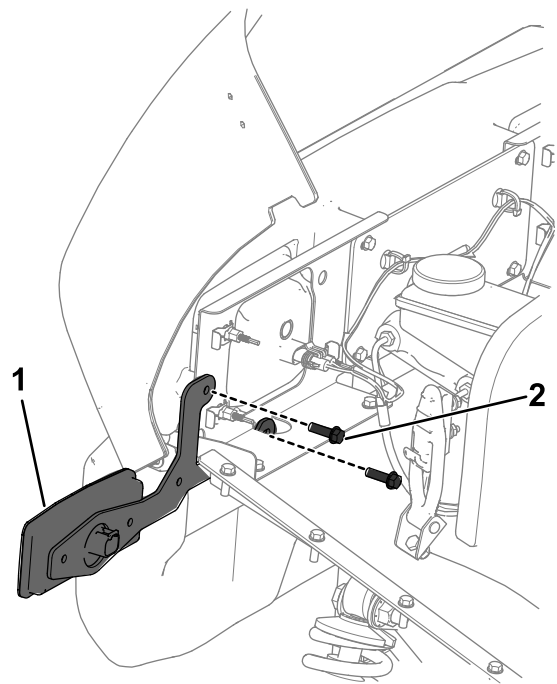

Figura 4
2. Retire los 2 tornillos existentes de los soportes de los faros en la máquina (Figura 4).
3. Conecte los soportes de luces de intermitentes en los soportes de los faros con los tornillos existentes en la máquina (Figura 4).